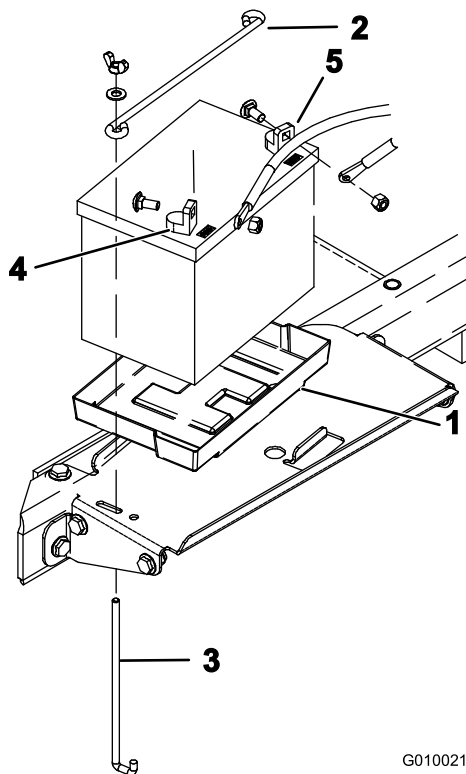

Figura 14
1. Asamblei bateria în tava din compartimentul bateriei (Figura 14). Poziionai bateria astfel încât bornele să fie aliniat spre exterior.